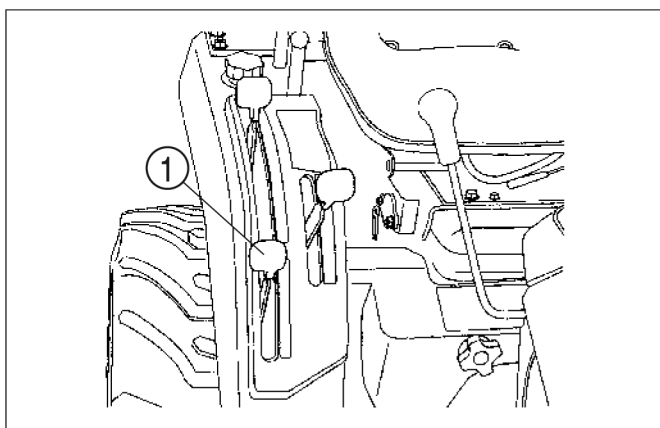

FIG. 37
**Abb. 37:** Modelle mit Allrad-Antrieb haben eine mechanisch angetriebene Frontachse. Das Zu- oder Abschalten des Frontachsenantriebs erfolgt über den Hebel (1) auf der rechten Seite des Traktors.